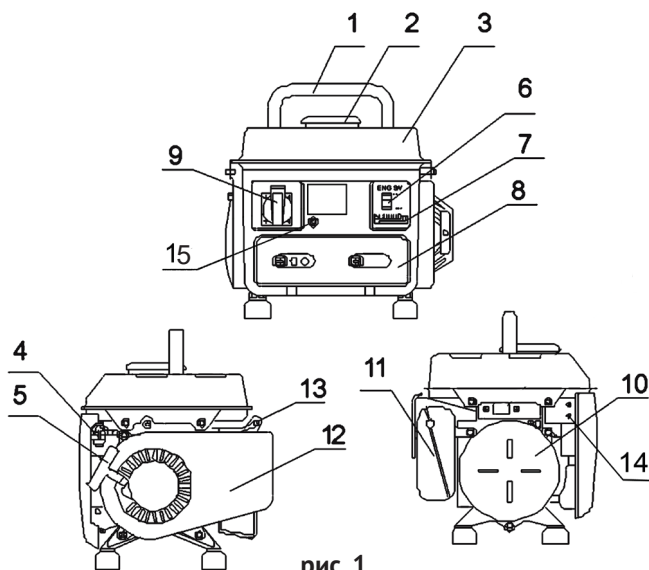

рис. 1
Коленчатый вал, приводимый во вращение возвратно-поступательными движениями поршня двигателя, передаёт крутящий момент на вал якоря генератора. Передача осуществляется через коническое сопряжение ротора генератора и вала двигателя. При этом образуется самоцентрирующаяся трёхопорная схема соединения. С обмоток статора генератора напряжение подводится: через систему стабилизации на розетку переменного тока (рис.1 поз.9).
2.4 Общий вид бензогенератора представлен на рис.1
3.1 Переносной автономный бензогенератор относится к классу генераторных установок переменного тока, с приводом от двигателя внутреннего сгорания общего назначения. Механическая энергия, выработанная бензиновым двигателем (рис.1 поз.12) внутреннего сгорания, преобразуется генератором (рис.1 поз.10) в электрическую энергию со стандартными характеристиками сети переменного тока: напряжение – 230 В, частота – 50 Гц. От неё питаются бытовые приборы при отсутствии стационарной электросети.
Электрическая сеть подключения потребителей относится к системе с изолированной нейтралью, предусматривающей защитное заземление открытых токопроводящих частей корпуса. В зависимости от местных условий (состав грунта, его влажность и т.п.) изменяется качество заземления. Во всех случаях защитное заземление должно иметь сопротивление не более 4-х Ом. Во время работы бензогенератора его клемма заземления (рис.1 поз.14) должна быть подсоединена к заземлителю. Практически это требование может быть реализовано следующими способами:
- перевести выключатель зажигания (рис.1 поз.6) в положение «ВКЛ.»;
- открыть топливный кран (рис.1 поз.4);
- перевести рычаг управления воздушной заслонкой (рис.1 поз.7) в крайнее левое положение «закрыто» при пуске холодного двигателя (для прогретого двигателя рычаг устанавливается в промежуточном положении);
- медленно потянуть рукоятку стартера (рис.1 поз.5) до появления сопротивления, затем резким движением вытянуть трос на всю длину. Повторите действие ещё раз, если двигатель не завёлся.
ры), перевести рычаг воздушной заслонки (рис.1 поз.7) в крайнее правое положение «открыто».
- перевести выключатель зажигания (рис.1 поз.6) в положение «ВЫКЛ.»;
- закрыть топливный кран (рис.1 поз.4).
При перегрузке может сработать защита генератора. Проверьте суммарную мощность подключённого оборудования. Отключите лишнее. Включите автомат защиты, утопив кнопку (рис.1 поз.15) до фиксации.
**Внимание!** Все работы по техническому обслуживанию следует проводить при выключенном двигателе и отсоединённом колпачке высоковольтного провода свечи зажигания (рис.1 поз.13).